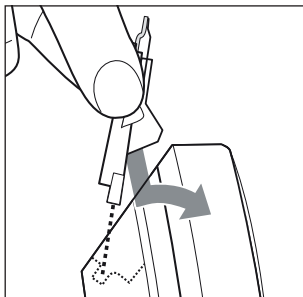

Fig. 10
- 6) Infilare la sporgenza della testina di taglio **1** sotto il bordo posteriore dell'alloggiamento. Premere la testina di taglio **1** verso il basso nel supporto della sporgenza e poi in avanti, finché non s'innesca udibilmente nell'apparecchio (vedere fig. 10).